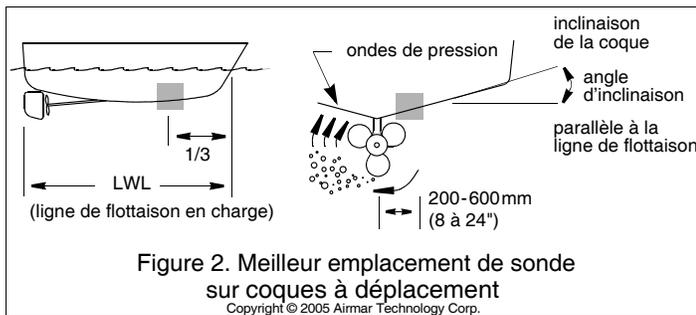

Figure 2. Meilleur emplacement de sonde sur coques à déplacement
- **Coque à moteur à déplacement**—Positionnez la sonde à environ 1/3 de la longueur de la ligne de flottaison depuis l'étrave et 200 à 600 mm (8 à 24") de l'axe longitudinal de la coque (voir Figure 2). Au besoin placez la sonde sur le côté tribord de la coque, le côté sur lequel les pales de l'hélice descendent.
1. Mesurez l'angle d'inclinaison de la coque à l'emplacement d'installation sélectionné à l'aide d'un rapporteur (voir Figure 2).